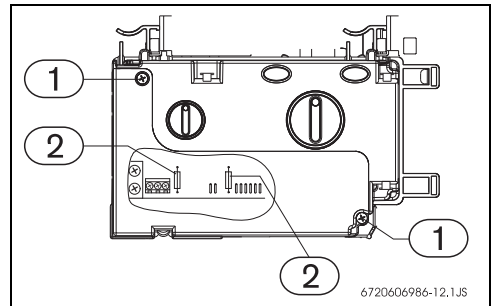

Fig. 22 Caja de mando
- ▶ Retire los tornillos de la caja (Fig. 22, [1]) y retire la tapa.
- ▶ Cambie los fusibles (Fig. 22, [2]).